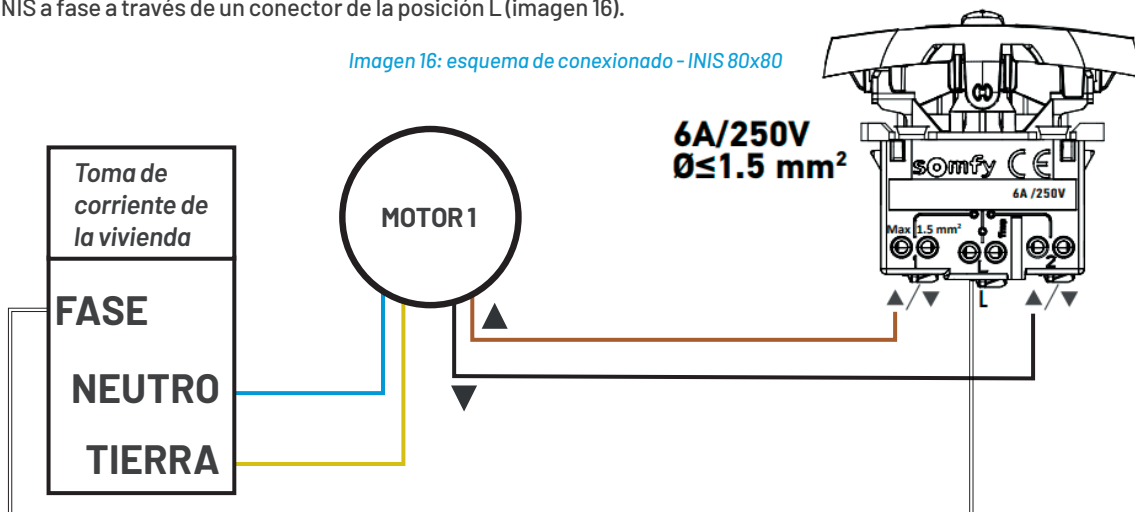

Imagen 16: esquema de conexionado - INIS 80x80
NOTA: Es posible vincular hasta dos motores al INIS, tal y como se muestra más adelante en la imagen 16.
3. Conectar cable de subida del motor (cable marrón) al conector de subida, y el cable de bajada del motor (cable negro) al conector de bajada del INIS de la misma posición (imagen 16).
4. Conectar el INIS a fase a través de un conector de la posición L (imagen 16).